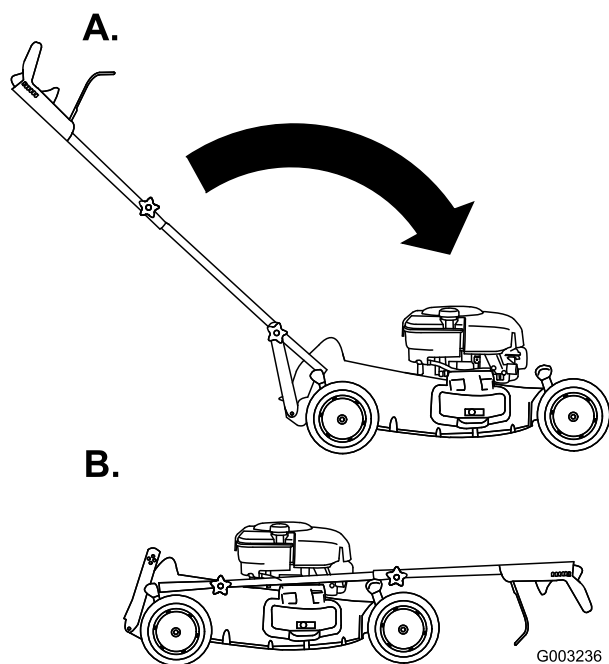

Figura 37
3. Doble el manillar hacia adelante (Figura 37).